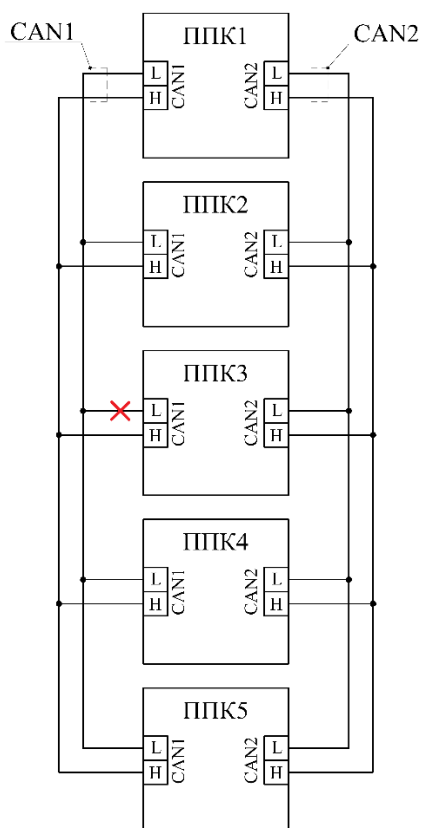

Рисунок 8 – Обрыв ответвления линии одного из портов CAN интерфейса
**ВАЖНО!** В случае обрыва ответвления одной или двух линий одного из CAN интерфейсов возникнет неисправность ППК[X]: неисправность CAN, где ППК[X] – ППК, на котором произошел обрыв (рис.8). На всех соседних ППК в меню **Главное меню / 1.Просмотр параметров / 9.Внешняя сеть / 2.Состояние сети** будет отображаться подключение к ППК[X] только по второму интерфейсу CAN. На ППК[X] в меню **2.Состояние сети** будет отображаться информация о том, что связь с остальными ППК будет производиться только по второму CAN интерфейсу.